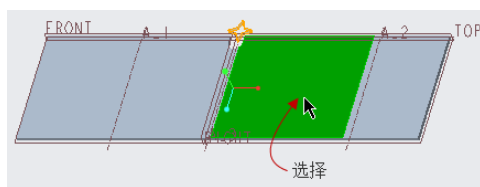

图 1-299 定义 UDF 特征的第 1 个参考
(1) 在功能区的“模型”选项卡中单击“工程”→ (冲孔) 按钮，系统弹出“打开”对话框，从中浏览并选择之前创建的 punch_1.gph 文件，然后在“打开”对话框中单击“打开”按钮。
(2) 在弹出的“插入用户定义的特征”对话框中默认勾选“高级参考配置”复选框，单击“确定”按钮。
(3) 在“用户定义的特征放置”对话框的“放置”选项卡中，从“原始特征的参考”列表框中选择第 1 个参考，并在当前钣金模型中选择图 1-299 所示的零件面。